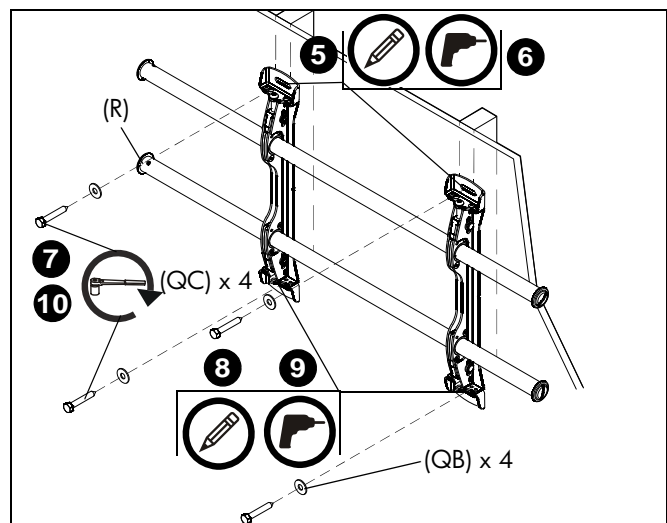

рис. 3
5. При помощи уровня сделайте на стене отметки на каждой из стоек каркаса там, где будут расположены верхние монтажные отверстия. (См. рис. 3)
7. С помощью двух болтов 5/16 x 2-1/2" (QC) и двух плоских шайб 5/16" (QB) прикрепите верхнюю часть кронштейна (R) к стене. (См. рис. 3)
8. Отметьте точки размещения нижних монтажных отверстий и убедитесь в том, что эти точки расположены на стойках каркаса. (См. рис. 3)
9. Просверлите направляющие отверстия диаметром 7/32" в местах, отмеченных для нижних монтажных отверстий. (См. рис. 3)
10. С помощью двух болтов 5/16 x 2-1/2" (QC) и двух плоских шайб 5/16" (QB) прикрепите крепление через нижние монтажные отверстия. (См. рис. 3)